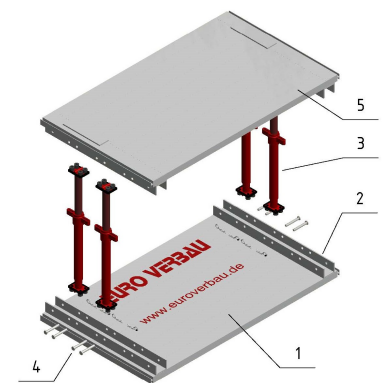

Bild 1a
## 4. Montage (siehe Bild 1a/1b):
- Platte (1) mit den Führungspfosten (2) nach oben auf ebenes Gelände legen.
- Streben (3) so in den Führungspfosten einsetzen, dass die Spindeln der Streben immer wechselseitig montiert sind (siehe Bild 1a). Diese ist statisch bedingt und führt bei Nichtbeachtung zu einer Minderung der Festigkeit der Aussteifung. Je zwei Steckbolzen (4)  $d = 20$  mm,  $L = 140$  mm in die vorgesehenen Bohrungen des Führungspfostens, über die Kopfplatten der Streben, einführen und mit Federsteckern sichern. Entsprechend werden alle vier Streben montiert!
- Nachdem alle vier Streben montiert sind, wird an der zweiten Platte (5) ein geeignetes Hebezeug eingehängt. Die Gewichte der Einheiten entnehmen Sie den Datenblättern. Die zweite Platte wird dann von oben her aufgesetzt, verbolzt und gesichert.